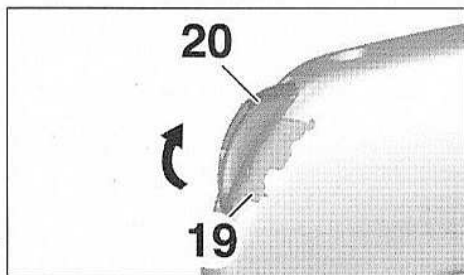

FIG.21
- Déposer (Fig.21) :
- la vis (19),
- l'enjoliveur (20).